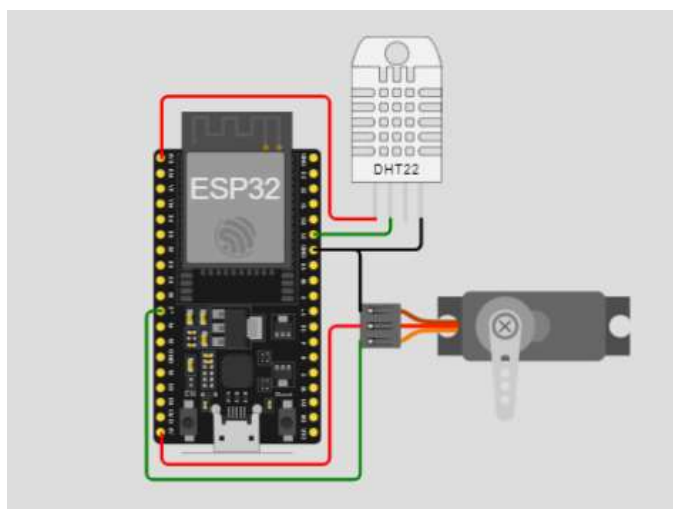

Рисунок 8.1
1. Запустити тестову програму з барометричним датчиком та кроковим двигуном на мові MicroPython рис.8.1 та зробити тестові вимірювання.